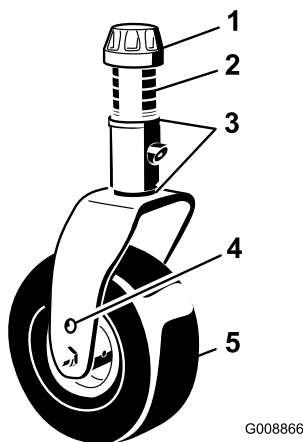

Figure 101
1. Enlevez le chapeau de tension de l'axe de pivot et sortez l'axe du bras pivotant (Figure 101). Repositionnez les cales pour élever ou abaisser la roue pivotante, selon les besoins, et obtenir la bonne inclinaison.